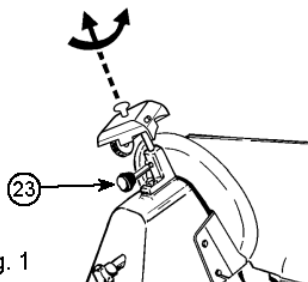
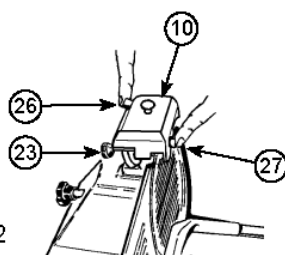
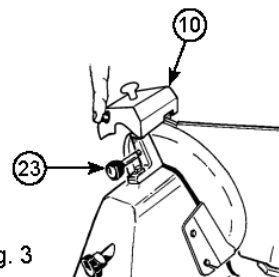

Fig. 1
Fig. 2
Fig. 3
• Haal de stekker eruit. • Controleer dat het beweegbaar schot is gesloten (draaiknop (6) in stand "0"). • Maak voorzichtig het gedeelte van de mes schoon wat geslepen wordt. • Steek de stekker er weer in. • Maak de messenslijper blokkade knop (23) los van de messenslijper (10). • Til de messenslijper (10) omhoog, draai het 180° zodat beide wielen in de werkstand komen te staan. Zie Fig. 1 • Laat de messenslijper (10) zakken totdat het vastklikt. • Zeker de messenslijper door de blokkade knop (23) aan te draaien. Zie Fig. 2 • Schakel het apparaat aan. • Druk op knop (26) en laat het mes draaien voor ongeveer 1 minuut. Als het bladstil staat, controleer of er bramen zijn gevormd aan de rand. • Als het bramen zijn gevonden, schakel (5) in en druk voorzichtig op knop (27) voor ongeveer 3 seconden om de bramen na het slijpen te verwijderen. Draai de draaiknop (6) weer terug naar de "0" stand. • Na het slijpen, plaats de messenslijper (10) weer in zijn originele positie, zie Fig. 3 en maak de rand van het mes en de wielen schoon met alcohol. • Na meerdere slijpprocedures, verwijder alle resten op de slijpwielen met alcohol en een borstel.